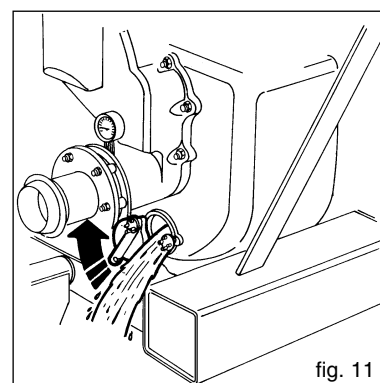

fig. 11
Non lasciare il corpo pompa pieno di liquido. Svuotarlo attraverso la portina (fig.11). Nei mesi invernali il liquido potrebbe congelare e causare danni alla pompa. Quando il liquido è pericoloso, prima di svuotare il corpo pompa, prendere tutte le precauzioni per prevenire danni e infortuni. Periodicamente far ruotare l'albero per evitare incrostazioni all'interno della pompa.
- Svuotare il corpo pompa dal liquido pompato attraverso la portina di scarico (fig. 11).